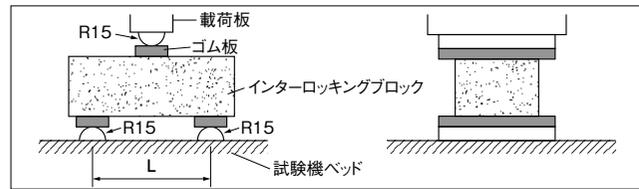

図10.1 試験装置
- 粗骨材最大寸法の3倍以上のコアをブロックから切り取り、両端面をセメントペーストによりキャッピング、またはこれと同等の方法で、供試体の軸にできるだけ垂直な平面に仕上げ、高さの直径に対する比が1～2の範囲の円柱供試体を作製する。試験は、JIS A 1108(コンクリートの圧縮強度試験方法)によって行う。(図10.1)